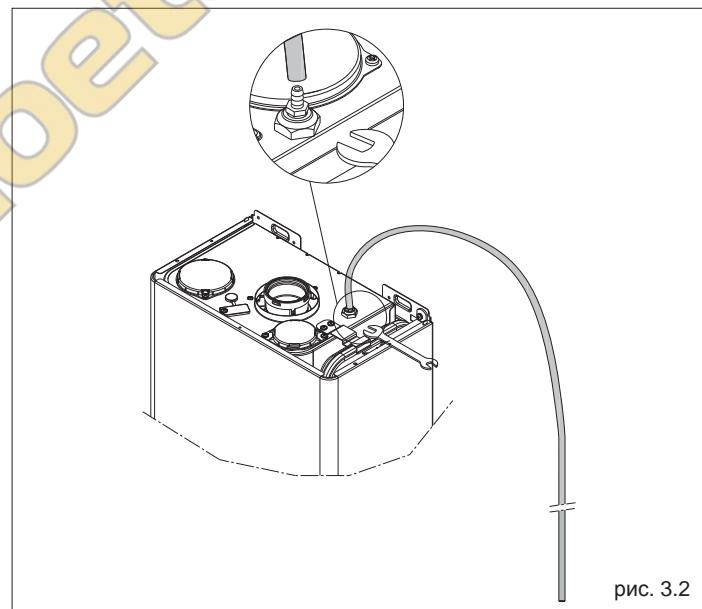

рис. 3.2
- 1 С помощью ключа на 11 откройте ручной воздушный клапан, расположенный над воздушной камерой (рис. 3.2). К клапану необходимо присоединить трубочку, входящую в комплект поставки котла, с тем, чтобы можно было слить воду в какой-либо внешний контейнер.